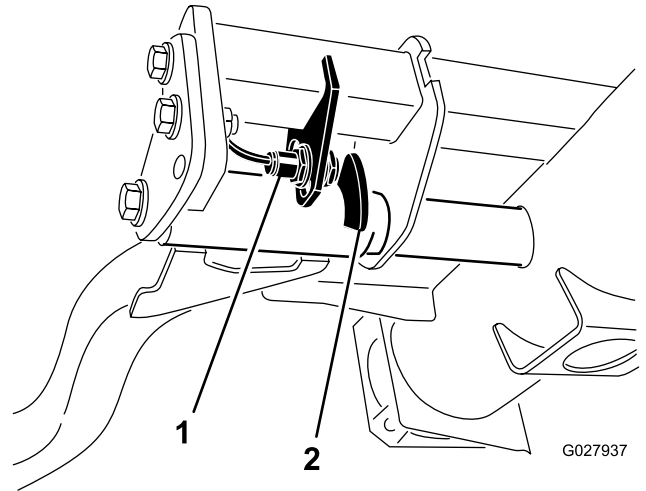

図 38
2. 昇降アームのスイッチは、油圧のメインタンクの下にある右前昇降アームの後ろ側に装着されている 図 38。